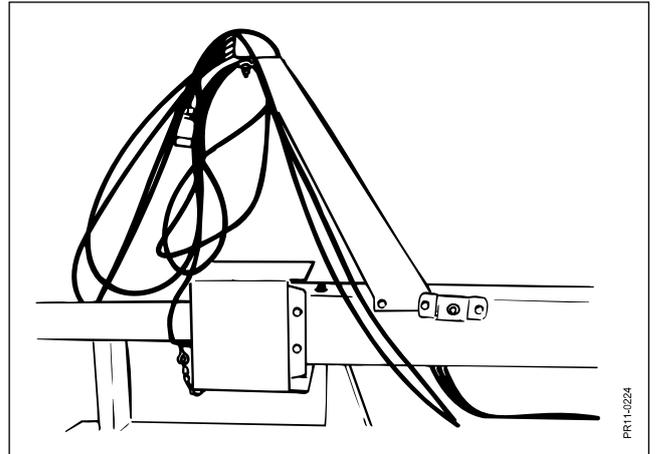

Fig. 7.2
**Ref. Fig. 7.2 – 7.3 – 7.4 et 7.5.**